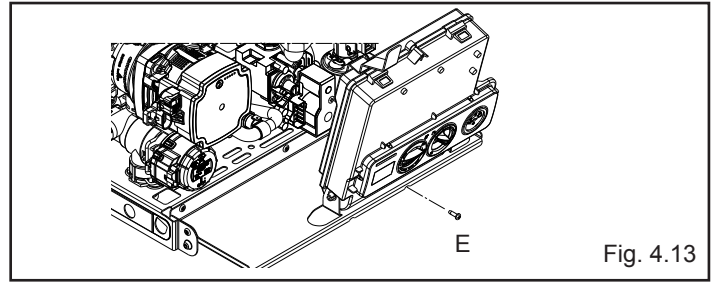

Fig. 4.13
- svitare la vite di fissaggio (E) del cruscotto (fig. 4.13)
- rimuovere la vite (E) che fissa il cruscotto (Fig. 4.13)